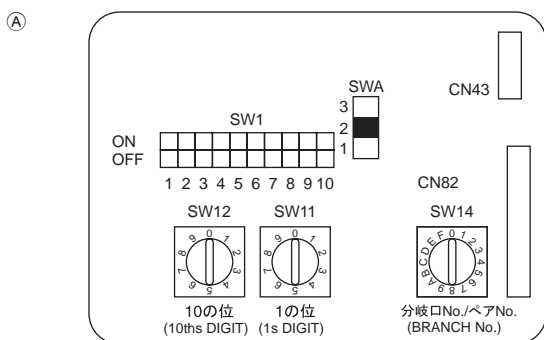

Fig. 6-4
- (A) Bloco de terminais para o cabo de transmissão interior
- (B) Bloco de terminais para o cabo de transmissão exterior (M1(A), M2(B), (S))
- (C) Controlo remoto
- (D) Receptor de sinal sem fios
- (E) Controlo remoto sem fios
6.5. Definição dos endereços (Fig. 6-4)